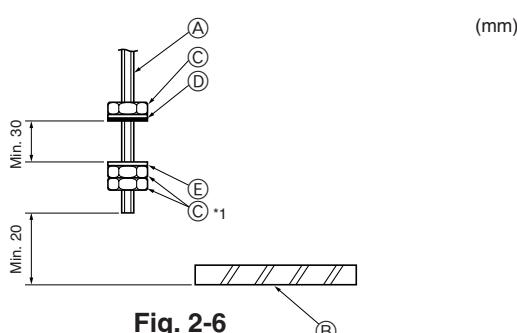

Fig. 2-6
2.4. Ünitesi asma işlemleri (Fig. 2-6)